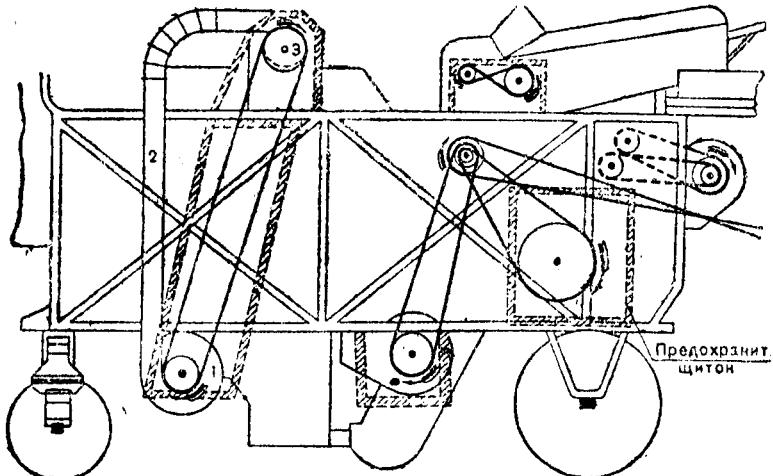

Рис. 136. Молотилка МК-1100 (левая сторона. Расположение ремней и предохранительных щитков):
2. Шнек 2, установленный внизу молотилки, служит для приема пыжины, идущей сходом с половинного решета первой очистки, и для подачи пыжины в эксгаустер (рис. 136).
3. Экспонат, состоящий из пятилопастного крылача с лопатками и трубопровода 2 (рис. 136), производит подачу пыжины в терочный барабан.
За шнеком стоит подвижная регулировочная доска, с помощью которой задерживают пышки, чтобы она не вылетала вместе с половой под машину. Шнек подает пышки к экскаватору (рис. 136), а последний в терочный барабан 3. При вращении барабана пышки прижимаются бичами к граненой сетке цилиндра терки, вследствие чего бобки разрушаются.